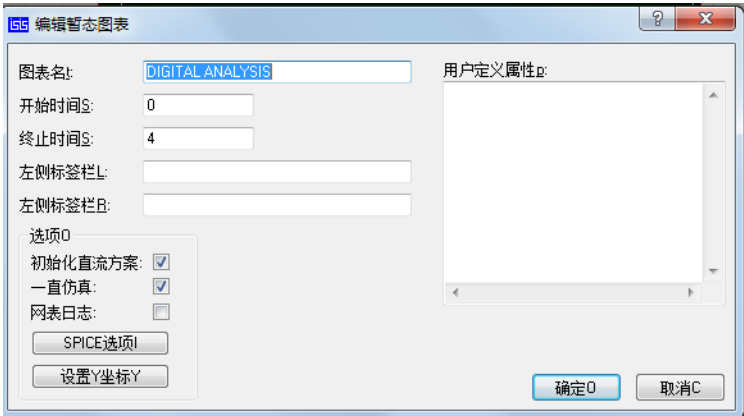

图 11 图表设置框
(13) 设置仿真图表。运行时间由 X 轴的范围确定。先右击选中图标然后单击图标出现编辑图标对话框，设置如图 11 所示的开始时间和停止时间即可。本实验中，激励源的最大周期为 4s，因此，设置起始时间为 0s，结束时间为 4s。图表的颜色参数可以通过菜单栏下 Template 中的 Set Graph & Trace Colours 进行设置。